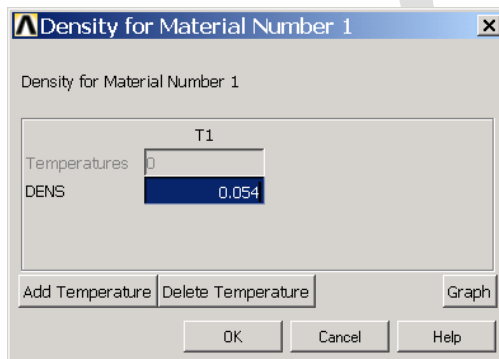

图11.24 定义砂模密度
(5) 接着双击【Thermal】|【Density】，弹出如图 11.24 所示的对话框。在【DENS】中输入砂模的密度【0.054】，单击【OK】按钮确认。